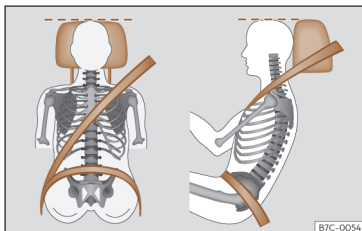

Fig. 15 Faixa do cinto de segurança e encosto de cabeça corretamente regulados.
- Ajuste o encosto de cabeça de modo a que o rebordo superior fique, na medida do possível, alinhado com a parte superior da cabeça, o mais próximo possível da altura dos olhos¹⁾ >>> **Página 122.** Mantenha a nuca o mais próximo possível do encosto de cabeça >>> **Fig. 15.**
tância entre a zona dos joelhos e o painel de instrumentos de pelo menos 10 cm (4 polegadas) >>> **Fig. 15.**